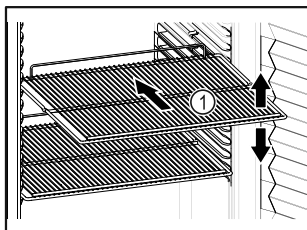

Fig. 70 Primjer izgleda
- Ako su rešetke za polaganje Fig. 70 (1) pomične, prilagodite ih po visini.